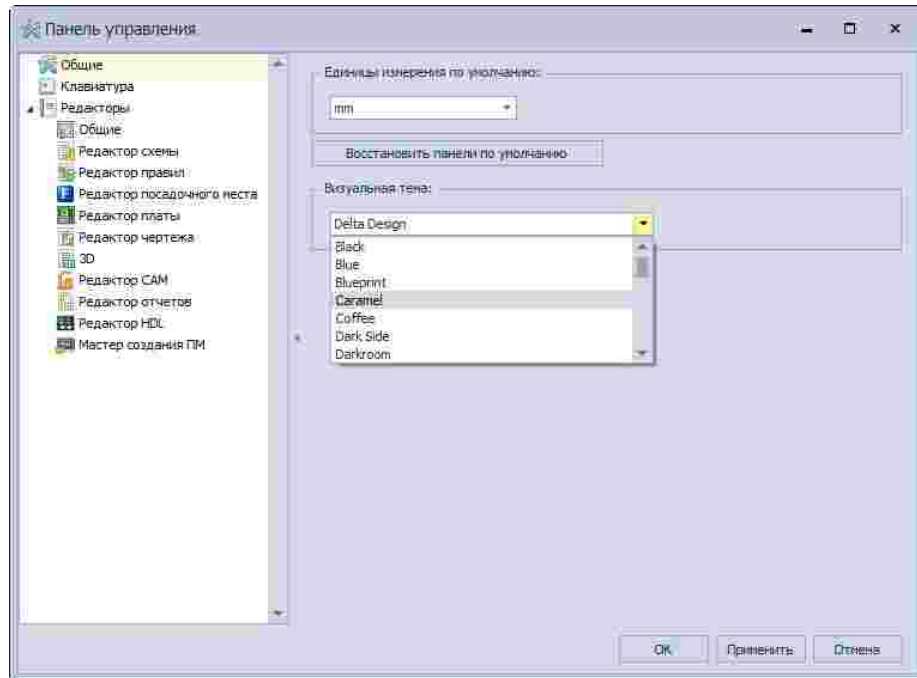

Рис. 47 Изменение визуальной темы
1. Выберите предпочтительное оформление из выпадающего списка в поле «Визуальная тема», (см. Рис. 47);